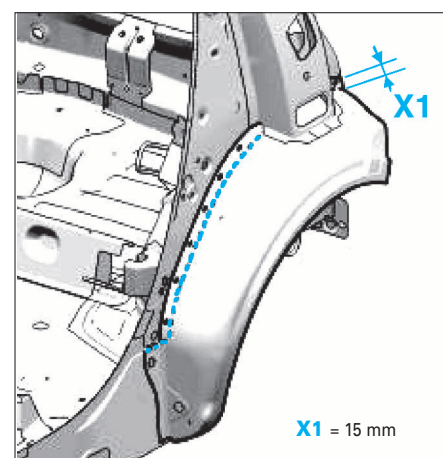

FIG. 27
- Effectuer la découpe par l'intérieur du passage de roue pour ne pas détériorer le renfort situé à proximité (Fig.27).